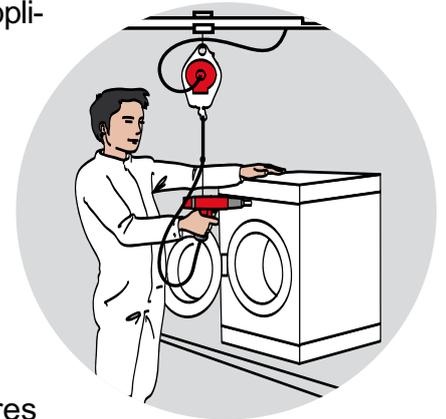

Fig. 2
2. Position de l'outil sur le poste de travail : facile à atteindre et à la bonne hauteur afin de réduire les mouvements non obligatoires de l'opérateur (Fig. 2 et 3)
3. Forces exercées : force de traction, couple de réaction et la répétitivité de ces forces (Fig. 2 et 3)